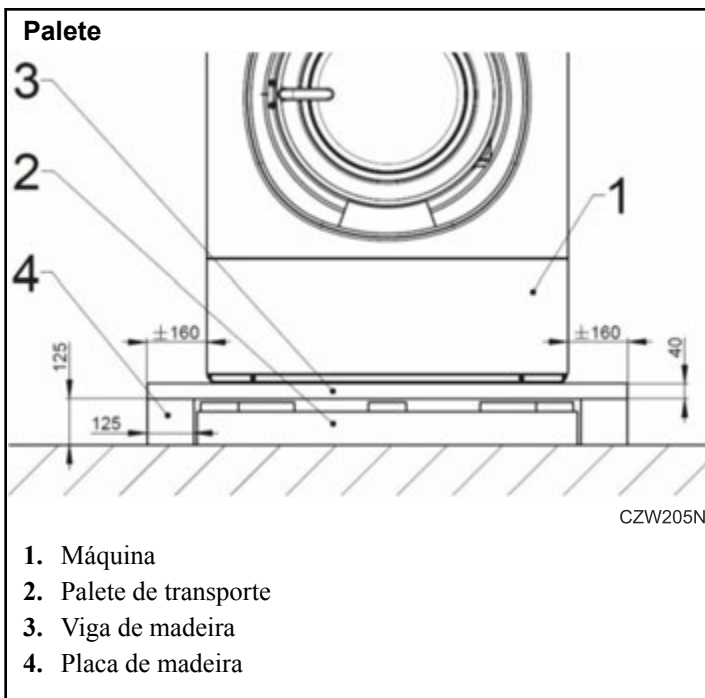

Figura 12
Mova a máquina da área de armazenamento para a área de instalação com um porta-paletes de nível baixo. A máquina (1) é fornecida aparafusada à paleta de transporte (2) e embalada em película retrátil ou numa caixa. O manuseamento inferior deve ser executado por 2 pessoas. Materiais necessários: consulte *Figura 12*.
- Comprimento da viga de madeira = largura da máquina (consulte *Especificações Gerais*) + 2 vigas (3) com 160 mm de comprimento [6,3 pol.]
- 4 placas de madeira (4) - altura: 125 mm [4,92 pol.]; largura: no mínimo 125 mm [4,92 pol.]; comprimento: no mínimo 150 mm [5,91 pol.]
18. Uma vez concluído o nivelamento, aperte firmemente a contraporca (2) contra a base da máquina. Consulte *Figura 12*.